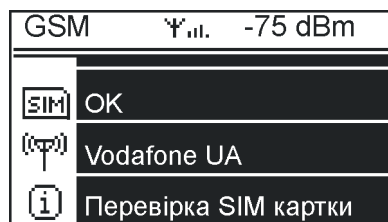

Рис. 5.6 – Приклад індикації стану GSM модему на головній сторінці
5.6.3 Якщо в параметрах контролера (P104, табл. 5.8) встановлено підключення GSM модему для передачі даних, то в структуру головної сторінки індикації додасться ще один екран – «GSM» (рис. 5.6). Опис роботи з GSM модемом у п. 5.11.2.